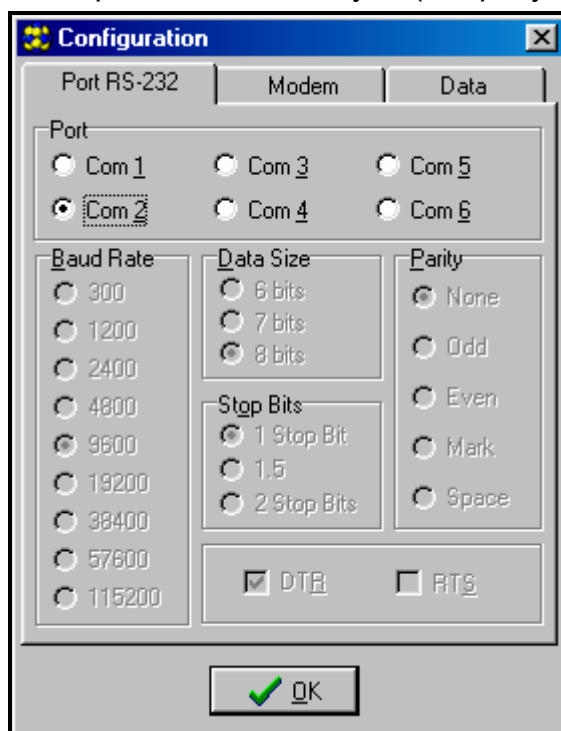

Рисунок 12.
3. Пройти к опциям конфигурации связи с модулем, щелкнув по иконке  (или посредством меню **Соединение→Конфигурация**) и выбрать порт, через который компьютер соединяется с портом RS-232 модуля (см. рисунок 12).